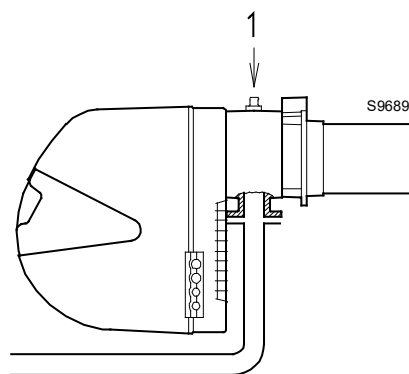

Рис. 17
Давление газа, измеренное на штуцере 1)(Рис. 17), с:
Потеря давления на дроссельном клапане газа 2)(Рис. 17) с максимальным углом открытия: 90°.
Потеря давления на рампе 3)(Рис. 17), включающей: регулировочный клапан VR, предохранительный клапан VS (оба с максимальным открытием), регулятор давления R, фильтр F.
- вычитите из давления газа на штуцере 1)(Рис. 17) сопротивление в камере сгорания.
Давление газа на штуцере 1)(Рис. 17) = 8,6 мбар
Чтобы узнать давление газа, необходимое на штуцере 1)(Рис. 17) в условиях максимальной мощности модуляции, при которой должна работать горелка, выполните следующее:
- Посмотрите справа в столбце 1 давление на штуцере 1)(Рис. 17).
необходимое давление на штуцере 1)(Рис. 17).